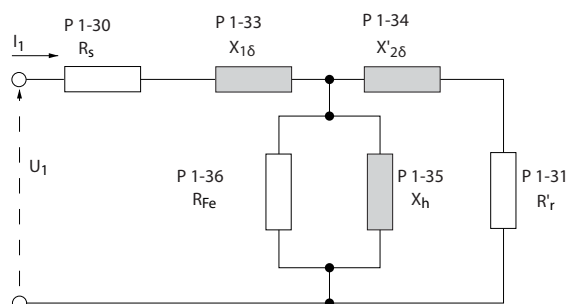

Рисунок 3.6 Эквивалентная схема асинхронного двигателя
Простой способ проверить сумму значения $X_1 + X_h$ — разделить напряжение двигателя от линии к линии на кв. корень(3), затем разделить полученное значение на ток двигателя без нагрузки. $[V_L-L/\text{корень квадр. из (3)}]/I_{NL} = X_1 + X_h$, см. Рисунок 3.6. Эти значения важны для надлежащего намагничивания двигателя. Настоятельно рекомендуется выполнять такую проверку для двигателей с большим количеством полюсов.